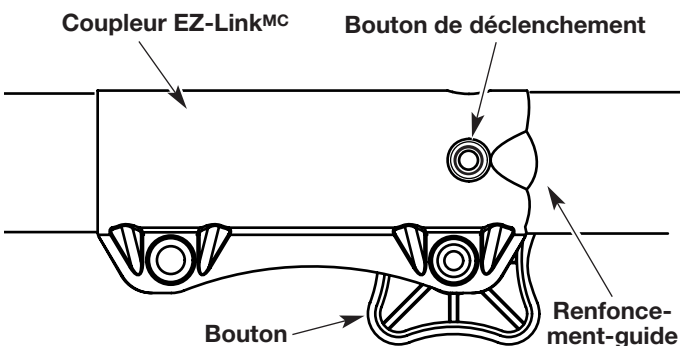

Fig. 23
2. Appuyez sur le bouton de déclenchement et maintenez-le enfoncé (Fig. 23).
NOTE : aligner le bouton de déclenchement avec le renforcement-guide facilitera l'installation (Fig. 23).